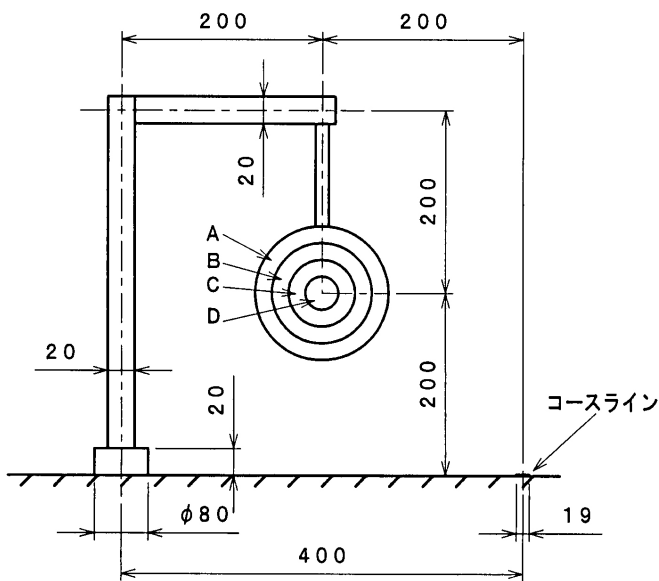

図2 垂直標的の形状
- 2) i) の垂直標的は、図 2 のように円盤形で 4 種類とし、A 標的が直径 120 mm、B 標的が直径 90 mm、C 標的が直径 60 mm、D 標的が直径 30 mm とする。これら ABCD 標的の標的面はコースラインに対し直角を成すように支持される。